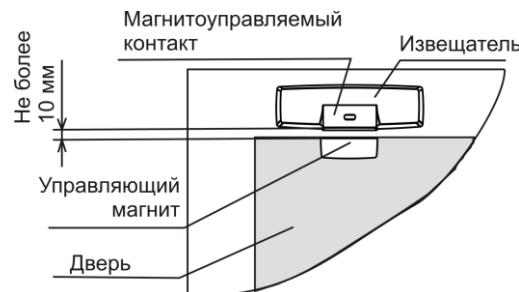

Рисунок 3
8.1.2 Вариант размещения извещателя на **двери** (рисунок 3).